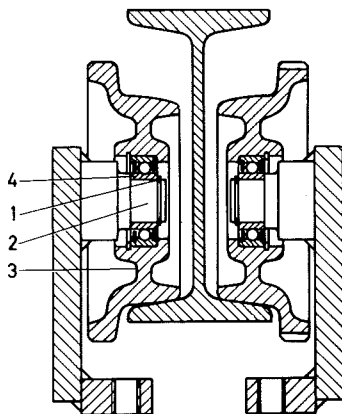
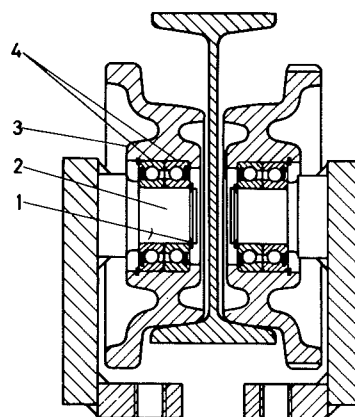

Fig. 9. Hjulställ för telfer med lyftkraft 0.5 t.o.m. 5 ton
Fig. 10. Hjulställ för telfer med lyftkraft 6.3 t.o.m. 10 ton
Ta bort låsringarna (1) på axeltapparna (2), fig. 9 och fig. 10.